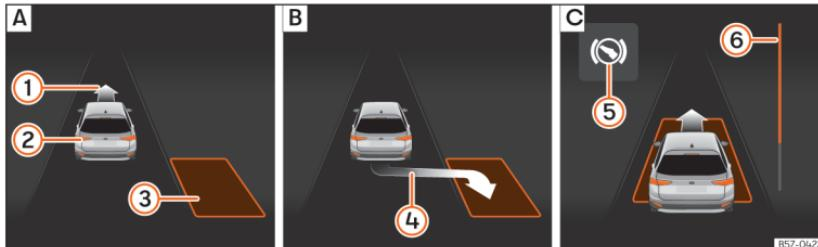
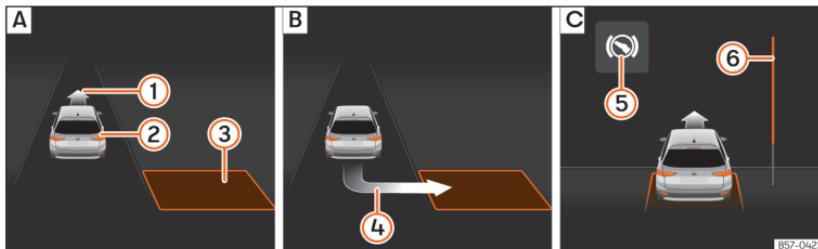

Fig. 141 No ecrã do painel de instrumentos: estacionar em paralelo. **A:** Procurar um lugar de estacionamento. **B:** Posição para estacionar. **C:** Manobrar.
Fig. 142 No ecrã do painel de instrumentos: estacionar em espinha. **A:** Procurar um lugar de estacionamento. **B:** Posição para estacionar. **C:** Manobrar.
para estacionar »» Fig. 141 **B** ou »» Fig. 142 **B**. O lugar foi considerado “apropriado” se no ecrã do painel de instrumentos aparecer a indicação de estacionar **④**.
- Retroceda até o sinal contínuo do ParkPilot soar; **OU:** retroceda até aparecer a indicação de marcha à frente no ecrã do painel de instrumentos ➤ Fig. 141 [C] ou ➤ Fig. 142 [C]; **OU:** retroceda até aparecer a mensagem **Park Assist finalizado** no ecrã do painel de instrumentos. A barra de progresso (6) indica a distância a percorrer.
- Carregue no pedal do travão até o sistema de estacionamento assistido terminar de realizar as rotações do volante; **OU:** até o símbolo (8) no ecrã do painel de instrumentos se apagar.
- Faça marcha à frente até soar o sinal contínuo do ParkPilot; **OU:** faça marcha à frente até aparecer a indicação de fazer marcha-atrás no ecrã do painel de instrumentos. O sistema de estacionamento assistido manobra o veículo em frente e em marcha-atrás até centrá-lo no lugar ➤ Fig. 141 [C] ou ➤ Fig. 142 [C].
A barra de progresso ➤ Fig. 141 (6) e ➤ Fig. 142 (6) mostra simbolicamente no ecrã do painel de instrumentos a distância relativa que ainda falta percorrer. Quanto maior for a distância, mais cheia está a barra de progresso. Ao circular em marcha à frente, o conteúdo da barra de progresso diminui para cima, e ao circular marcha-atrás, diminui para baixo.